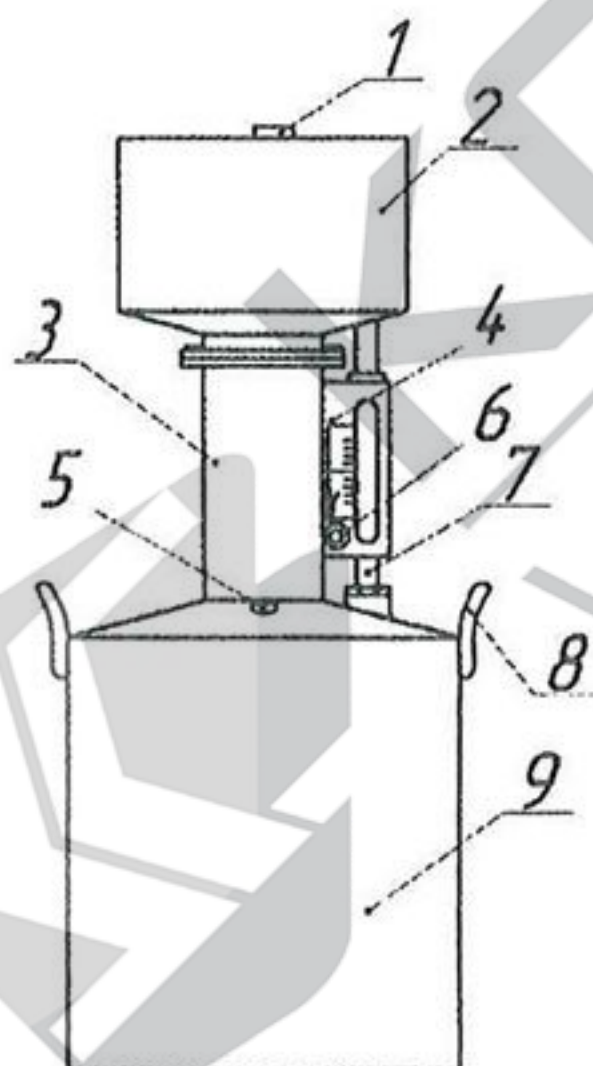

**Рис. 1 Мерник М2Р, шифр «01»,
Мерник с шифром «01» (рис.1) состоит из резервуара (7), горловины (4), водомерной трубки (3), шкалы (1), ампулы уровня (5). Мерник с шифром «01П» (рис. 3 и 4) дополнительно комплектуется пеногасителем (2), который герметично крепится на горловине. У мерников (рис.3-6) пеногаситель изготовлен в виде воронки, что позволяет избежать утечки рабочей жидкости при переливе.
Непосредственно перед началом работы мерник необходимо смочить рабочей жидкостью, по окончании слива дается 30 с на слив капель. Заполнение мерника производится через горловину (4) (рис. 1 и 2) или через заливной патрубок (1) пеногасителя (рис. 3 и 4). После заполнения мерника рабочей жидкостью отсчёт количества жидкости фиксируется по шкале мерника. Наблюдение проводят по нижнему краю мениска водомерной стеклянной трубки (рис. 1 - 4). У мерников вместимостью 2 дм³, 5 дм³ и 10 дм³ слив жидкости проводится через горловину. У мерников вместимостью 20 дм³ и более слив жидкости проводится через сливной кран. По окончании слива дается 30 с на слив капель.